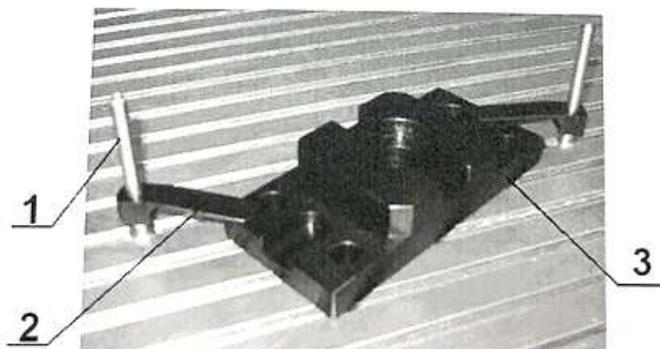

Рисунок 5 – Общий вид закрепления детали на рабочем столе:
1.3.3.Детали должны быть всегда прочно закреплены (рисунок 5), чтобы они не могли двигаться или упасть с измерительного стола. Для этого необходимо стойку 1 вставить в Т – образный паз рабочего стола и закрутить в закладную гайку, которая вставляется в нижнюю часть Т – образного паза. Планку 2 (рисунок 5)установить сверху на стойку 1(рисунок 5). Лёгким усилием нажать на середину планки, что позволит прижать деталь 3(рисунок 5).